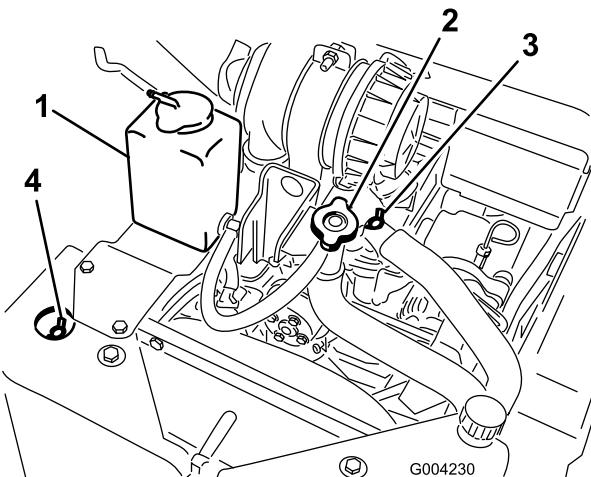

Figura 20
- A. Retire el tapón de llenado de refrigerante (Figura 20).
- B. Abra las válvulas de purga de refrigerante delantera y superior (Figura 20).
- a salir de la válvula de purga de refrigerante delantera (Figura 20).
- D. Cierre la válvula de purga de refrigerante delantera (Figura 20).
- E. Vierta refrigerante por el cuello de llenado de refrigerante hasta que el refrigerante empieza a salir de la válvula de purga de refrigerante superior (Figura 20).
- F. Cierre la válvula de purga de refrigerante superior (Figura 20).
- G. Vierta refrigerante en el cuello de llenado de refrigerante hasta que el nivel de refrigerante llegue al cuello de llenado (Figura 20).
- H. Coloque el tapón de llenado de refrigerante (Figura 20).
- I. Añada refrigerante al depósito de expansión hasta que llegue a la línea Lleno del lateral del depósito (Figura 20).